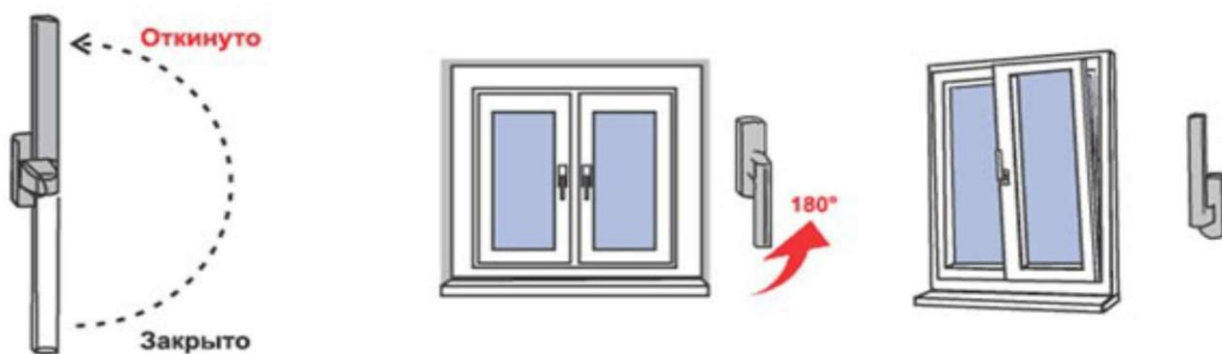

Рис. 2
2. Для перевода створки из закрытого положения в откидное, поворот створки относительно нижней горизонтальной оси, (положение «Откинута» на Рис.2) ручку поворачивают вертикально на 180 градусов вверх, затем, потянув за ручку, поворачивают створку относительно нижней горизонтальной оси на заданный изготовителем угол (не более 10 градусов) (**откидной режим**).
3. Для запираания створки из открытого или откидного положения ее сначала закрывают и, придерживая створку рукой, поворачивают ручку вертикально вниз (положение «Закрывать» на Рис. 2).